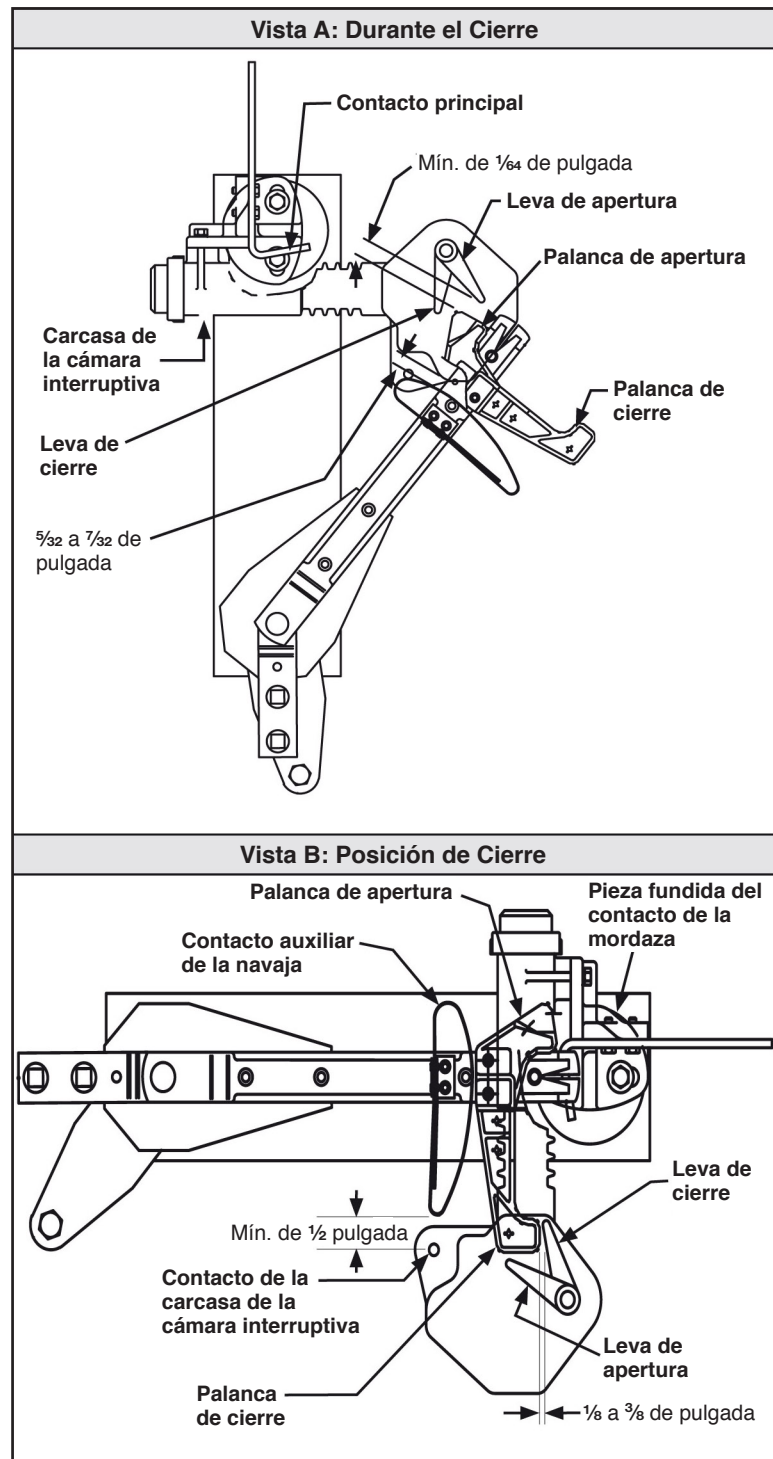

Figura 17. Puntos de inspección de los interruptores con capacidad de 25 kV.
- Abra el interruptor y coloque la navaja en la posición que se muestra en la Figura 17, Vista A. Se debe cumplir con las siguientes condiciones: